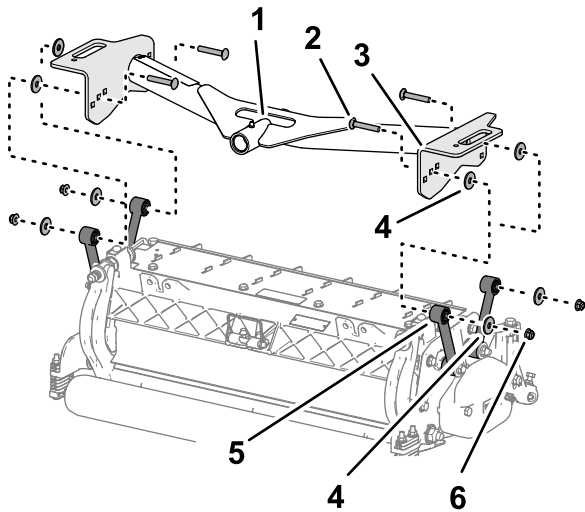

Figura 17
1. Allineate i fori nelle piastre del telaio portante anteriore con i fori nelle piastre di montaggio dell'apparato di taglio (Figura 17).
2. Allineate una rondella tra la piastra portante e il giunto (Figura 17) e assemblate senza serrare le piastre e il distanziale con un bullone a testa tonda ( $\frac{3}{8}$ " x  $2\frac{1}{4}$ " ), una rondella e un dado di bloccaggio flangiato ( $\frac{3}{8}$ " ).